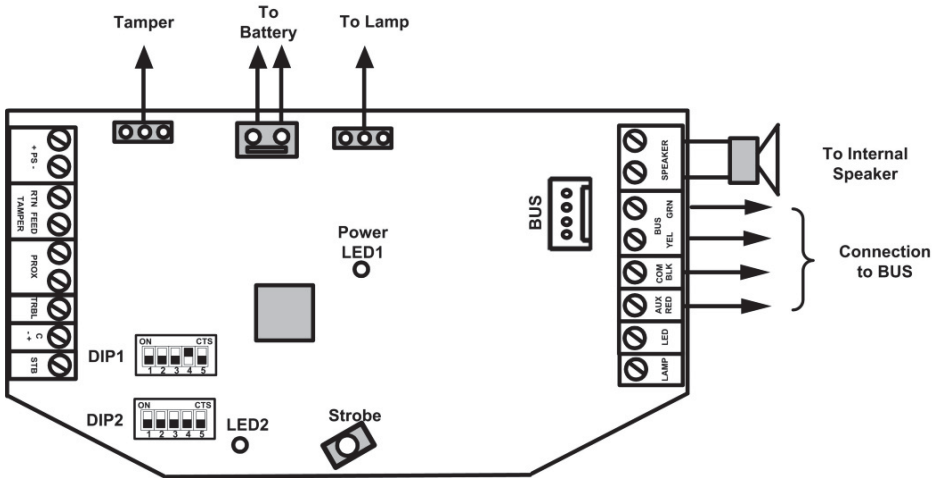

Figure 3-13: Câblage ProSound BUS
1. Branchez la sirène selon la Figure 3-13: Câblage ProSound BUS.